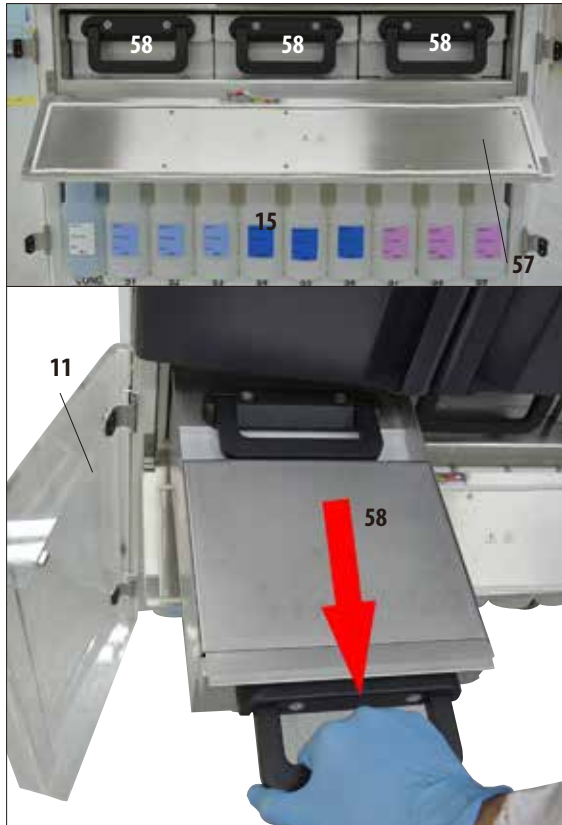

Bild 41
- Instrumentet har tre uppvärmda paraffinbad (58). Varje bad rymmer 4,9 liter flytande paraffin.
- Baden finns bakom ett skyddslock (57) över reagensfacket med systemflaskorna (15). Du kommer åt skyddslocket genom att öppna de två plexiglasdörrarna (11, 12) längst ner.
- Varje paraffinbad kan dras ut för påfyllning (fig. 41) och tas bort från facket inför rengöring.